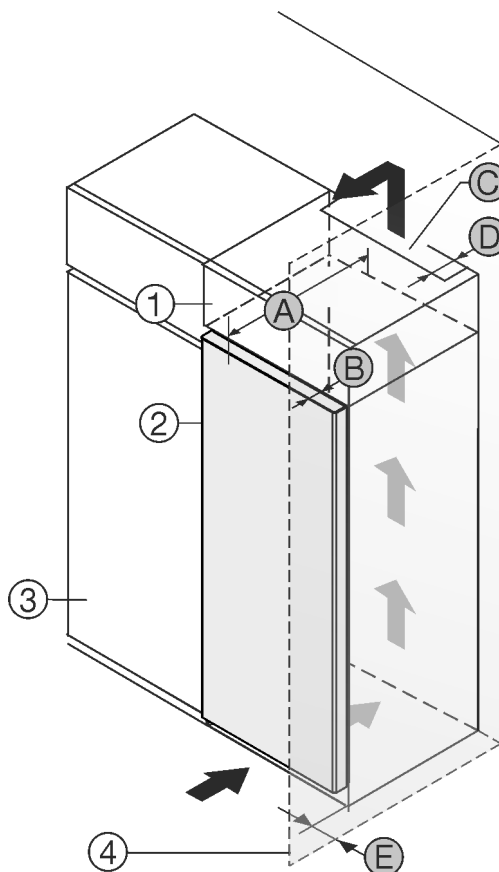

Fig. 1
Можете да поставите уреда непосредствено до кухненския шкаф Fig. 1 (3)*.
От задната страна на шкафа-пристройка трябва да има вентилационен отвор с дълбочина Fig. 1 (D) по цялата ширина на шкафа-пристройка.*
Под тавана на помещението трябва да е спазено сечението за вентилация Fig. 1 (C)*.
Когато уредът се поставя с пантите до стена Fig. 1 (4), разстоянието между уреда и стената трябва да е поне 13 mm.*
Когато уредът се поставя с пантите до стена *Fig. 1 (4)*, разстоянието между уреда и стената трябва да е поне 20 mm.*
За да можете да отваряте вратата изцяло, уредът трябва да е издаден с дълбочината на вратата *Fig. 1 (B)* спрямо челото на кухненския шкаф. В зависимост от дълбочината на кухненските шкафове *Fig. 1 (3)* и използването на детайли за отстояние от стената, уредът може да излезе още по-напред.*